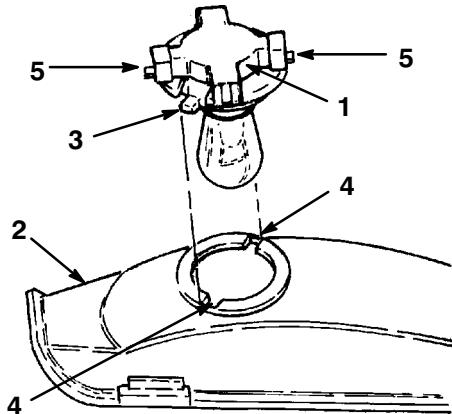

Bild 34
- Drehen Sie die Birnenfassung um 1/4 Umdrehung entgegen dem Uhrzeigersinn und nehmen die Birne aus dem Reflektor (Bild 34).
- Die Birnenfassung hat zwei Zungen (Bild 34). Fluchten Sie die Zungen auf die Slitze im Reflektor aus, setzen die Birnenfassung in den Reflektor ein und drehen die Birne im Uhrzeigersinn um 1/4 Umdrehung bis zum Anschlag.